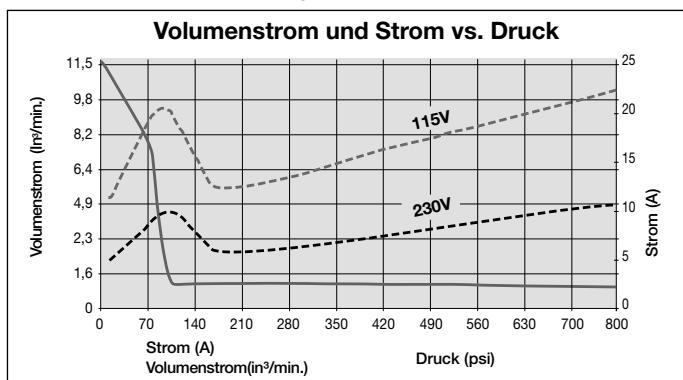

Abb. 1, Volumenstrom-Diagramm
3.2 Volumenstrom-Diagramm (siehe Abb. 1):
*Der tatsächliche Stromverbrauch hängt von der Anwendung ab. Siehe Abb. 1.
- Der Abschalt- und Leitungsschutz muss vom Kunden bereitgestellt werden. Der Leitungsschutz muss bei 115% des Vollaststroms des Motors bei maximalem Druck der Anwendung liegen (siehe Abb. 1).